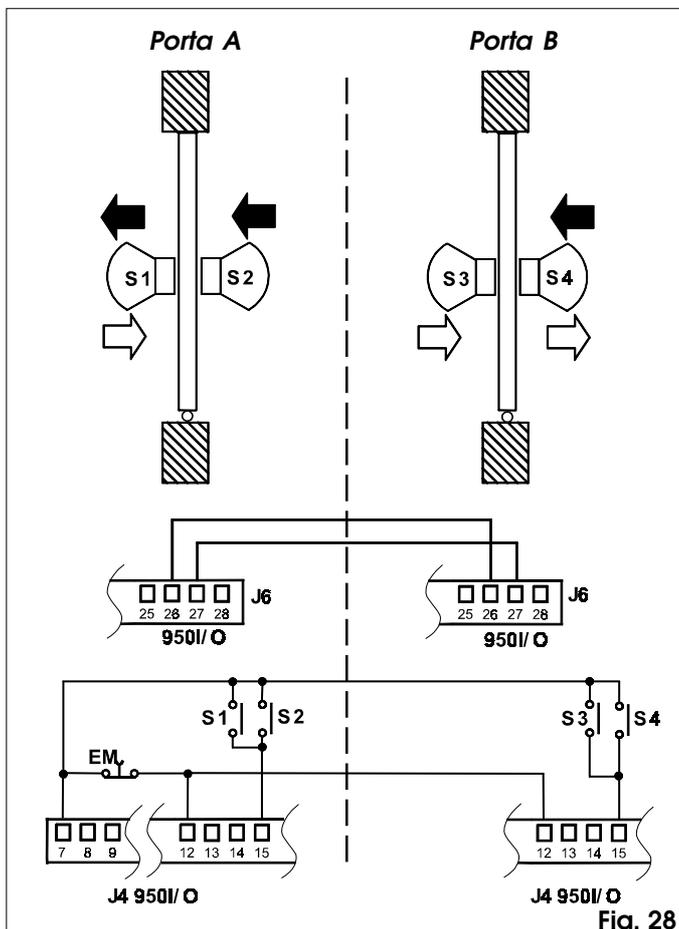

Fig. 28
- Eseguire i collegamenti tra le apparecchiature 950I/O delle due automazioni e dei sensori come da fig. 28.